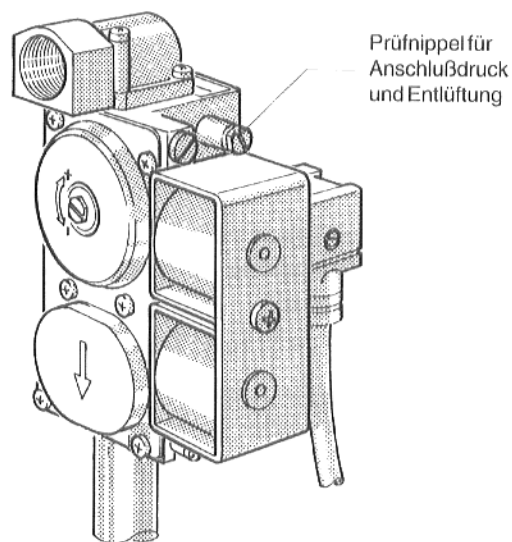

Abb. 17: Gasbrennerarmatur "SIT" 830 Tandem
- Gaszuleitung entlüften: Verschlußschraube des Prüfnippels für Anschlußdruck und Entlüftung an der Gasbrennerarmatur (Abb. 17 bis 19) zwei Umdrehungen lösen; bei "SIT" 830 Tandem Verschlußschraube entfernen. Wenn keine Luft mehr vorhanden ist, Verschlußschraube des Prüfnippels wieder schließen.